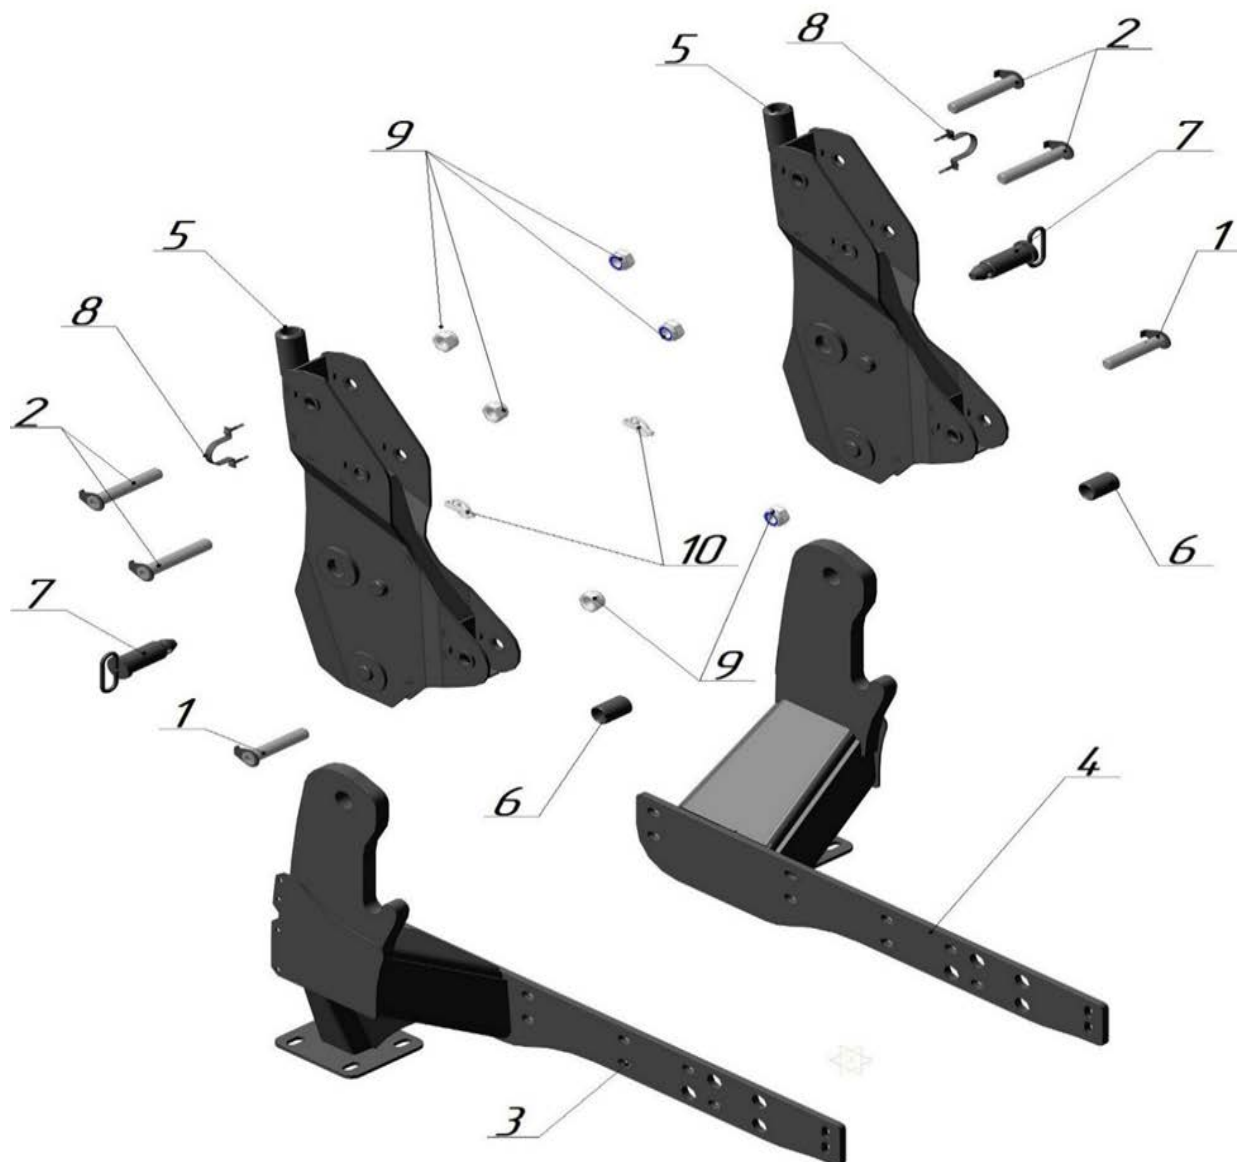

Рис. 2.2 – БЗ-V.02.090 сборка подрамников
2.2. Состав сборки подрамников БЗ-V.02.090 приведен на рис. 2.2 и таблице 2.2.